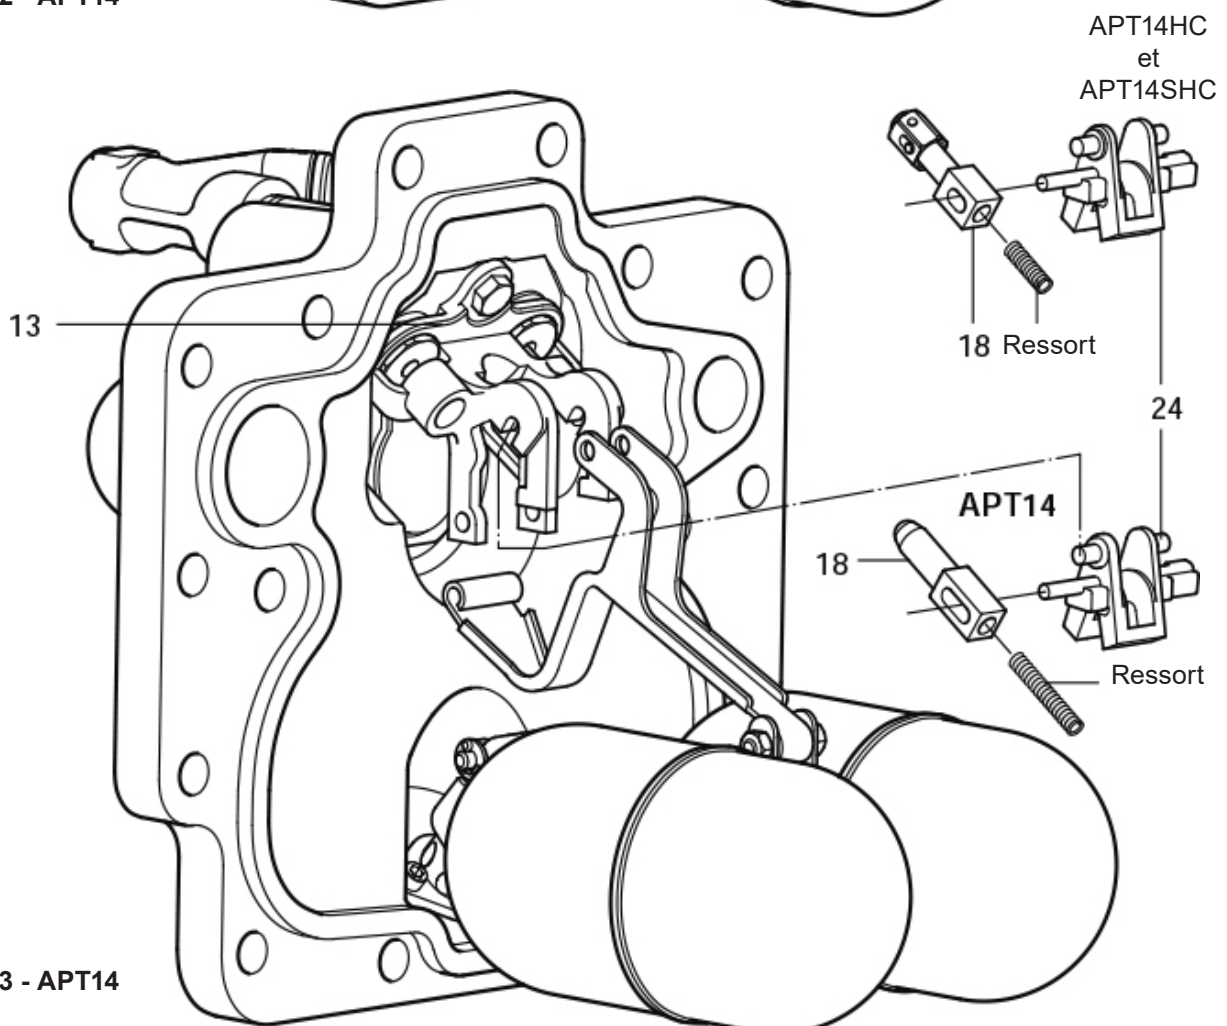

Fig. 23 - APT14
7. Retirer la soupape d'échappement de l'arcade de l'actionneur (rep. 24, Fig. 23) en prenant soin de ne pas endommager ou perdre le petit ressort de compression de la soupape d'échappement.